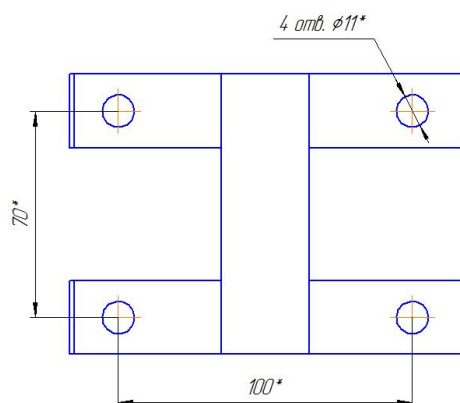

Рис.2 Крепежные отверстия на раме горелки Кольцо-980 Тр.
4.5 На раме горелки имеются 4 отверстия для крепления горелки в приспособлении для перемещения (см. рис.2).